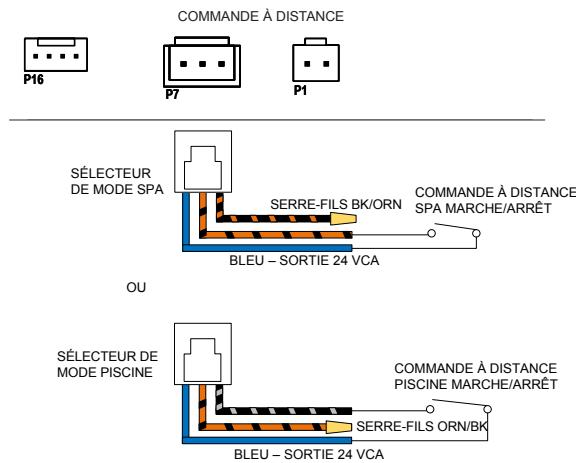

Figure 62. Installation du faisceau de la télécommande 2 fils
- Sur le faisceau à 3 fils de la télécommande, connectez le fil BLEU d'un côté du contrôleur d'automatisation à distance et l'autre côté soit au fil ORANGE/NOIR pour le fonctionnement « SPA », soit au fil NOIR/ORANGE pour le fonctionnement « POOL ». Voir Figure 62.
- Placez le faisceau de la commande à distance à 3 fils sur le connecteur « P7 » et mettez l'appareil en marche « ON » (MARCHE). Voir Figure 62.